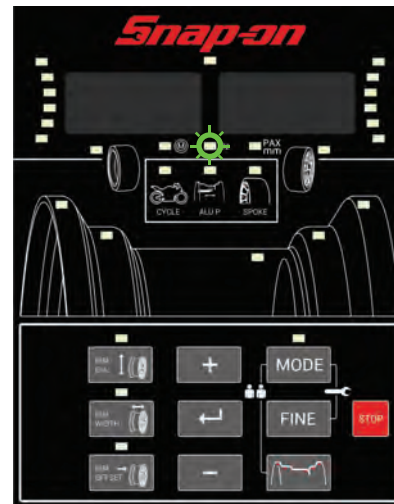

Figure 31b
- L'écran sera à présent comme montré à la Figure 31b.